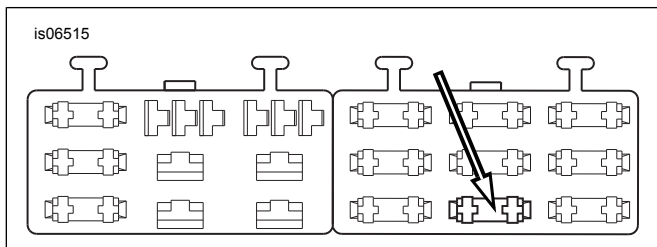

Рисунок 25. Канал блока предохранителей, обозначенный OPEN (ОТКРЫТЬ) (модель Dyna 2004 и более поздних годов выпуска)
3. См. Рисунок 25. Снимите винт массы (1), расположенный:
- См. Рисунок 25. Найдите канал предохранителя, обозначенный OPEN (ОТКРЫТЬ) на крышке правого блока предохранителей. Вставьте клемму на оранжево-белом проводе адаптера до упора. В качестве ориентира по глубине и ориентации используйте расположенную рядом клемму, установленную на заводе.